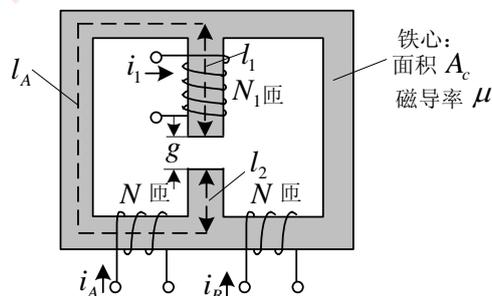
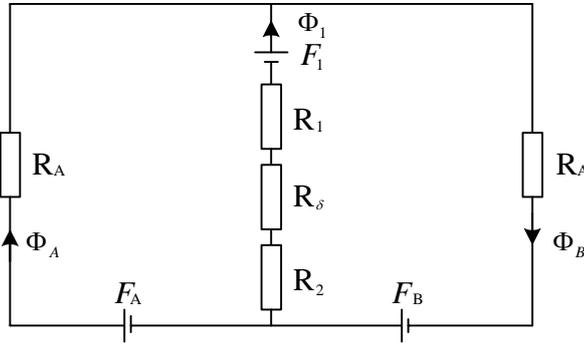

图 1.10 习题 1.3 图
图 1.11 图 1.10 的类比等效电路
1.3 图 1.10 的对称磁路有三个绕组。绕组 A 和 B 的匝数均为 N, 绕在底部的两个铁心柱上, 铁心尺寸如图所示。
- (1) 画出该磁路的类比等效电路图;
- (2) 求出每个绕组的自感;
- (3) 求出三对绕组间的互感;
(4) 求出由绕组 A 和 B 中的时变电流  $i_A(t)$  和  $i_B(t)$  在绕组 1 中所感应的电压。说明这一结构可用于测量两个同频率正弦交流不平衡的工作原理。
解：(1) 对于图 1.10 所示磁路，绘出其类比等效电路如图 1.11 所示。
(2) 图 1.11 中，考虑到各段磁路的磁阻分别为